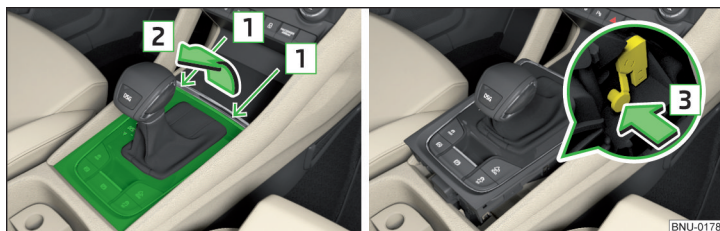

Fig. 332 Retirar la tapa / desbloquear la palanca selectora
- Introduzca un destornillador plano o una herramienta similar en la ranura en el área de la flecha **1** » fig. 332 y suelte con cuidado la tapa en el sentido de la flecha **2**.